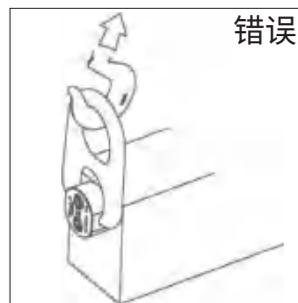

图2
- 施加部分载荷,并检查吊环旋转是否正常。确保载荷受力方向与吊环旋转方向保持一致(图4)。载荷(工件)与旋转吊环之间不得有干涉(见图2)。